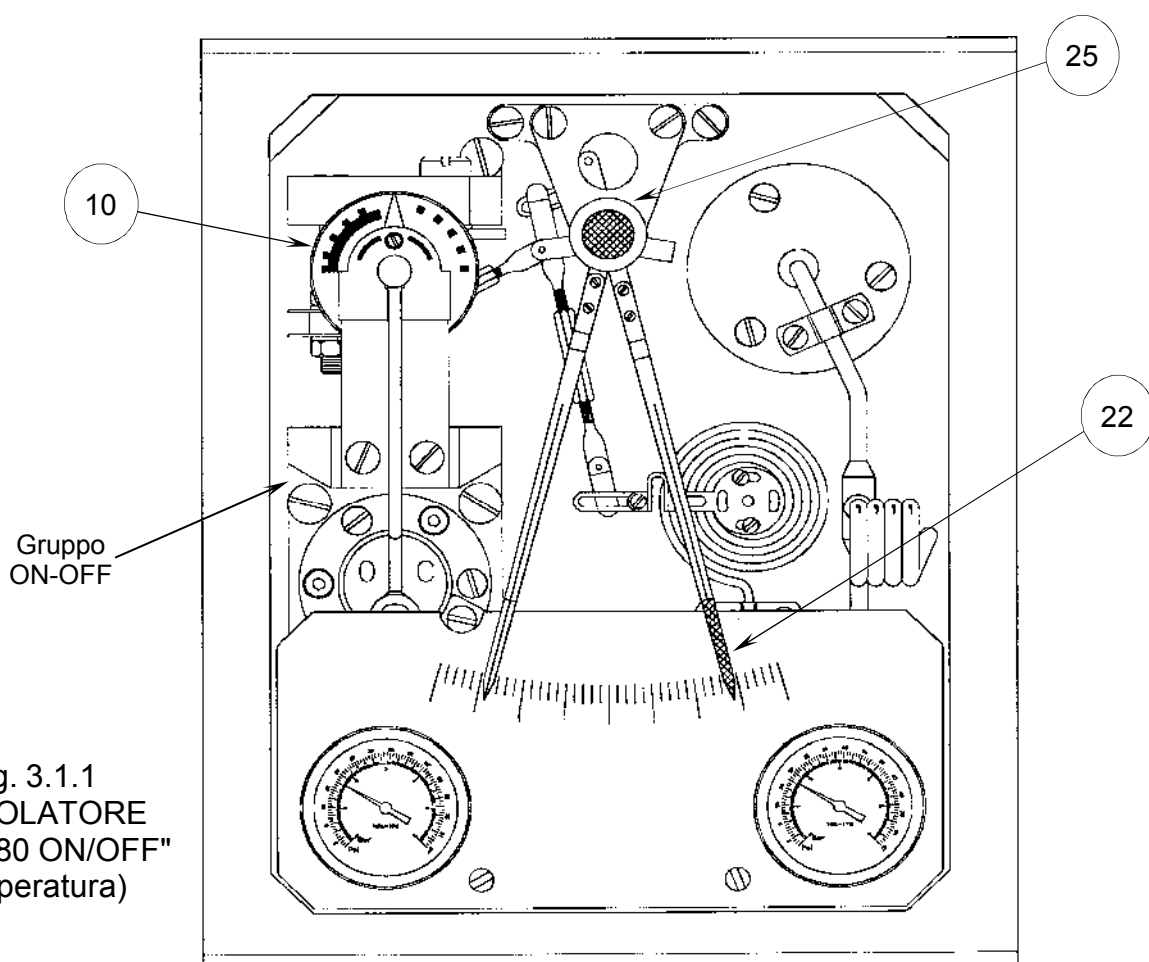

Fig. 3.1.1
3.1. REGOLATORE ON-OFF (Fig. 3.1.1)